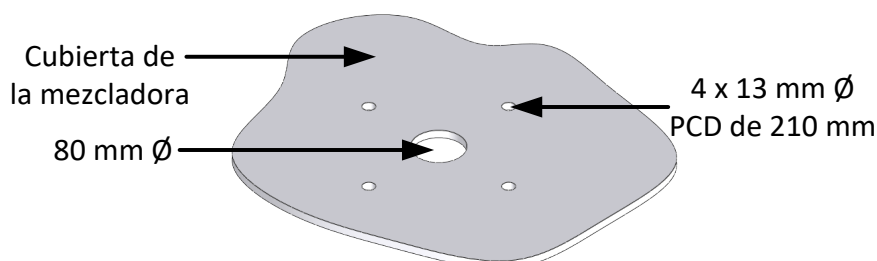

Ilustración 34: Cubierta de la mezcladora preparada para el conector giratorio
- Mediante la utilización de la placa de fijación como plantilla, marque y perfore los cuatro orificios para los espárragos de montaje (Ilustración 34).